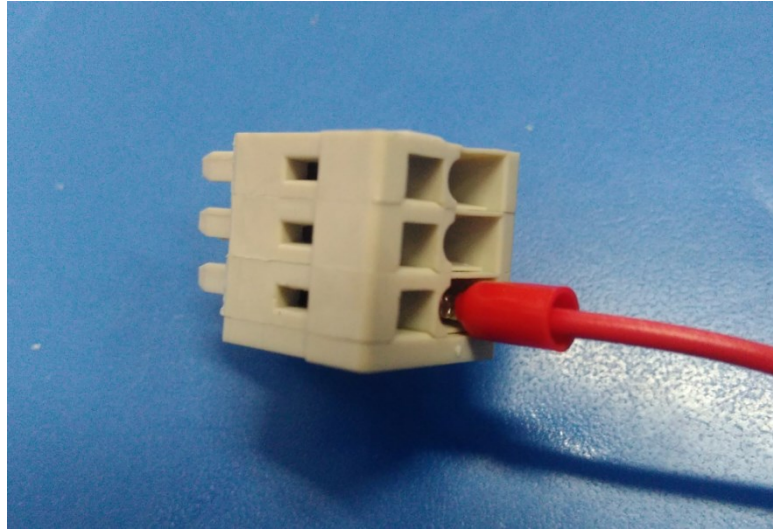

图 4
3.2 将制加工完成线缆的针形预绝缘端子插入端子的接线端，再松开插入的一字改锥，如图 4。